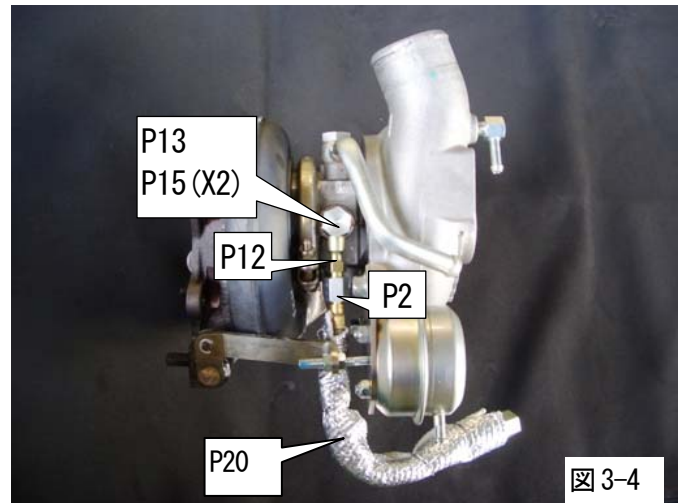

図 3-4
(図 3-4)
(8)オイルインレットホースにサーモテープを巻いて遮熱してください。(図 3-4)